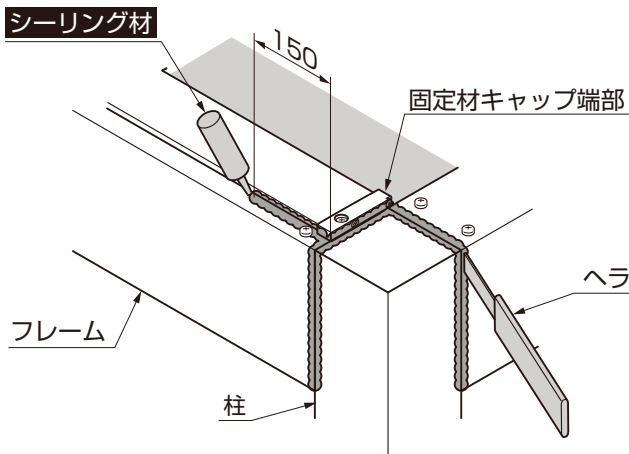

図10-3 A部詳細図
- ①A部柱、フレーム、固定材キャップ端部の接合部へシーリング処理をしてください。(図10-3参照)